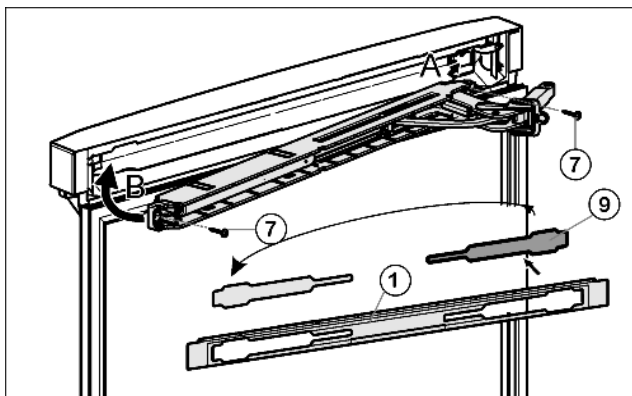

Fig. 17
- ▶ Освободите крышку Fig. 17 (9) из накладки Fig. 17 (1) и снова установите её на другой стороне.
- ▶ Прикрутите узел амортизатора закрывания дверцы (2 шт. Torx 15) Fig. 17 (7).